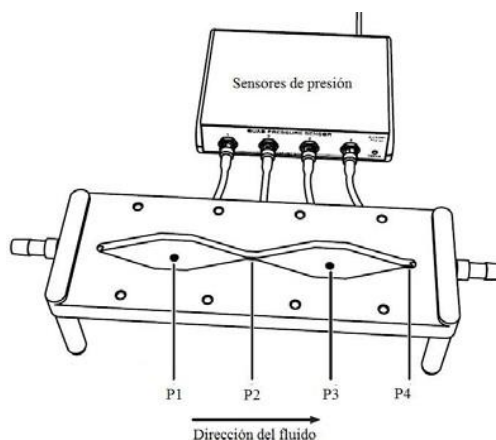

Figura 2. Sensor de presión cuádruple conectados al aparato de Venturi.
3. Conecta cada una de las mangueras del aparato de Venturi a los cuatro sensores de presión, como se muestra en la Figura 2.
**Nota:** *Observa la dirección correcta del flujo de agua para el Aparato indicado en la Figura 2.*